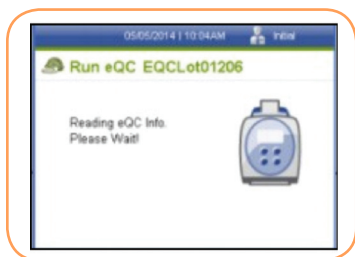

FIGURA 110
- Cierre la bandeja. El lector iniciará automáticamente el análisis de CCE (Figura 110).